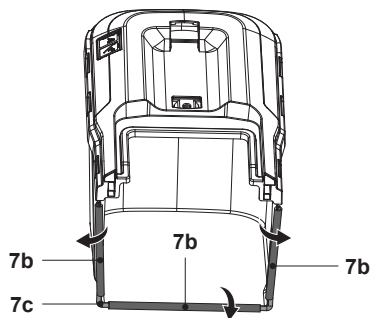

Rys. 4
- Zamocować linkę sterującą (20) w zaciskach do linki (19), które mogą być zainstalowane fabrycznie na uchwycie dolnym (6) (rys. 4).